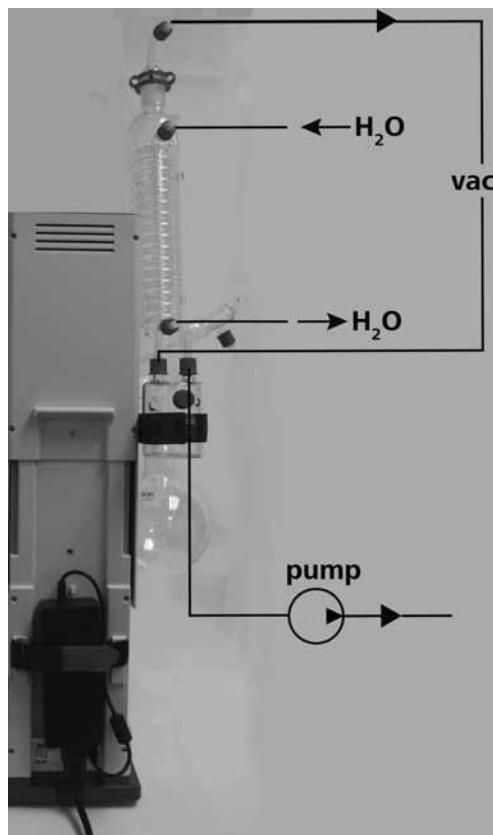

Fig. 20
- 역류 원리에 따라 물 호스(H_2O)를 냉각기에 연결합니다. (Fig. 20)